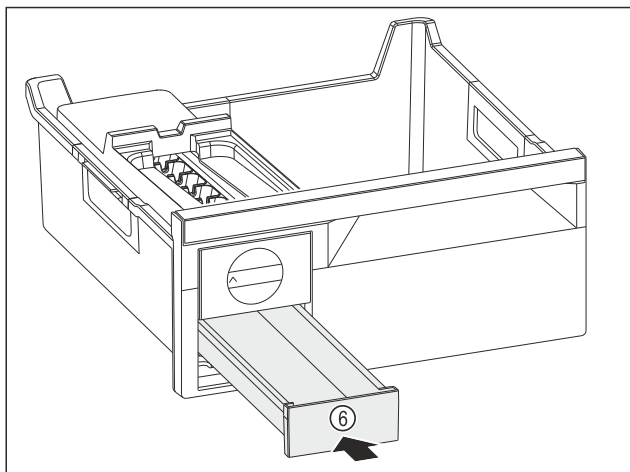

Fig. 90
- Insérer le compartiment à glaçons Fig. 90 (6).